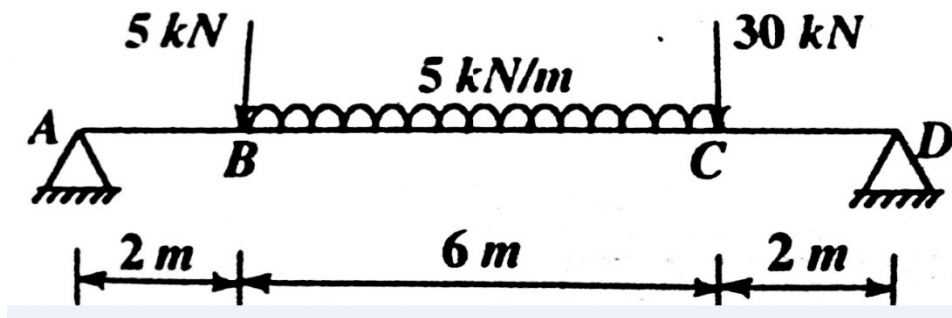

FIG 2.
- (c) Construct SFD and BMD for a simply supported beam as shown in Fig.2 **04**
- (ક) આકૃતિ(2) માં દર્શાવેલ સિમ્પલી સપોર્ટેડ બીમ માટે SFD અને BMD દોરો. **04**